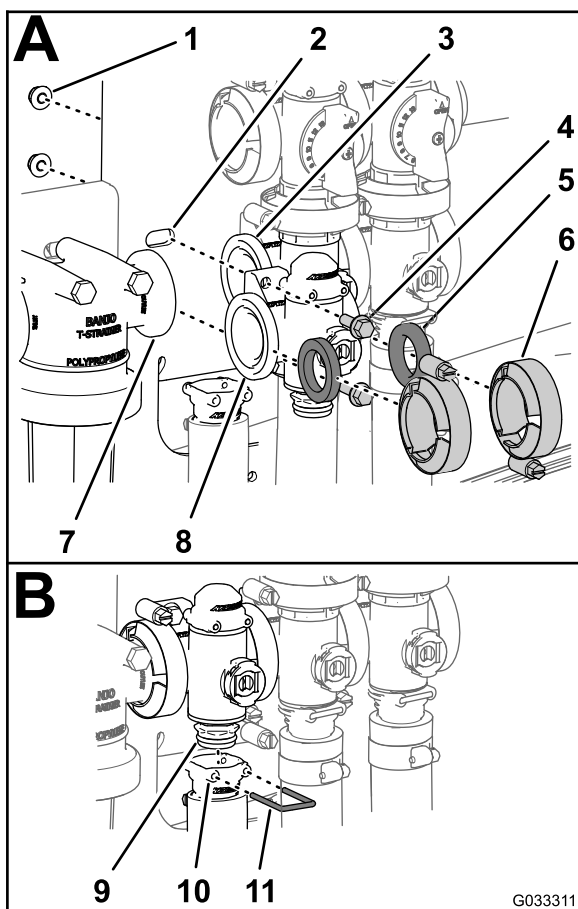

Рисунок 75
1. Установите прокладку между фланцами коллектора клапана управления нормой внесения и головкой фильтра линии нагнетания (Рисунок 75А).
2. Смонтируйте коллектор клапана управления нормой внесения, прокладку и головку фильтра линии нагнетания с помощью фланцевого хомута, затянув его от руки (Рисунок 75А).
3. Установите прокладку между фланцами клапана управления нормой внесения и коллектором клапана перемешивания (Рисунок 75А).
фланцевого хомута, затянув его вручную (Рисунок 75А).
5. Присоедините клапан управления нормой внесения к опоре крепления при помощи 2 болтов с фланцевыми головками и 2 фланцевых контргаек (Рисунок 75А), снятых при выполнении действий, описанных в пункте 3 раздела Демонтаж коллектора клапана управления интенсивностью опрыскивания \(страница 71\), и затяните гайку и болт с моментом от 10 до 12 Н·м.
6. Установите выпускной штуцер на штуцер муфты в нижней части коллектора клапана управления нормой внесения (Рисунок 75В).
7. Прикрепите выпускной штуцер к штуцеру муфты, вставив держатель в гнездо выпускного штуцера (Рисунок 75В).